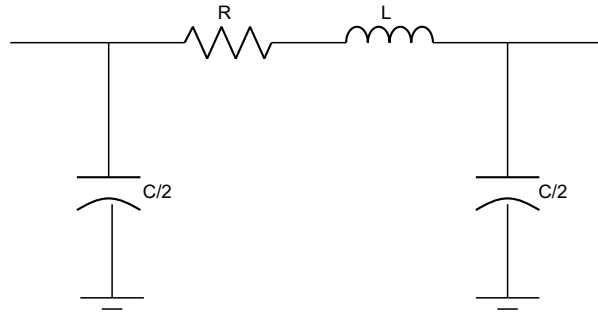

Figura 2: Modelo π de Linha de Transmissão
- Parâmetros das Linhas de Transmissão, de acordo com o modelo da Figura 2: $R = 0,172\Omega/km$, $L = 2,18mH/km$ e $C = 0,0136\mu F/km$.